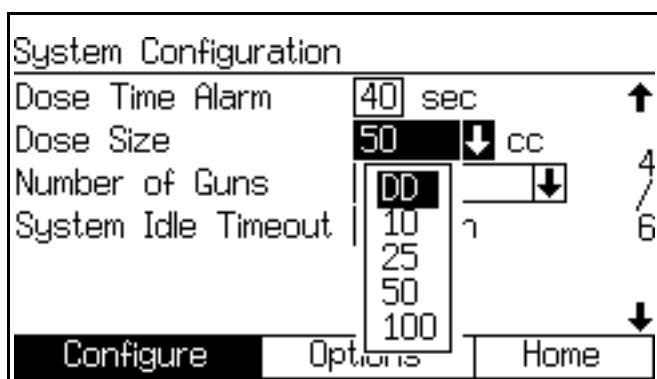

Рис. 107. Экран конфигурации 4, выбрано динамическое дозирование
2. Перейдите к экрану конфигурации системы 4. Выберите вариант "DD" из раскрывающегося меню "Размер дозы". Рис. 107.